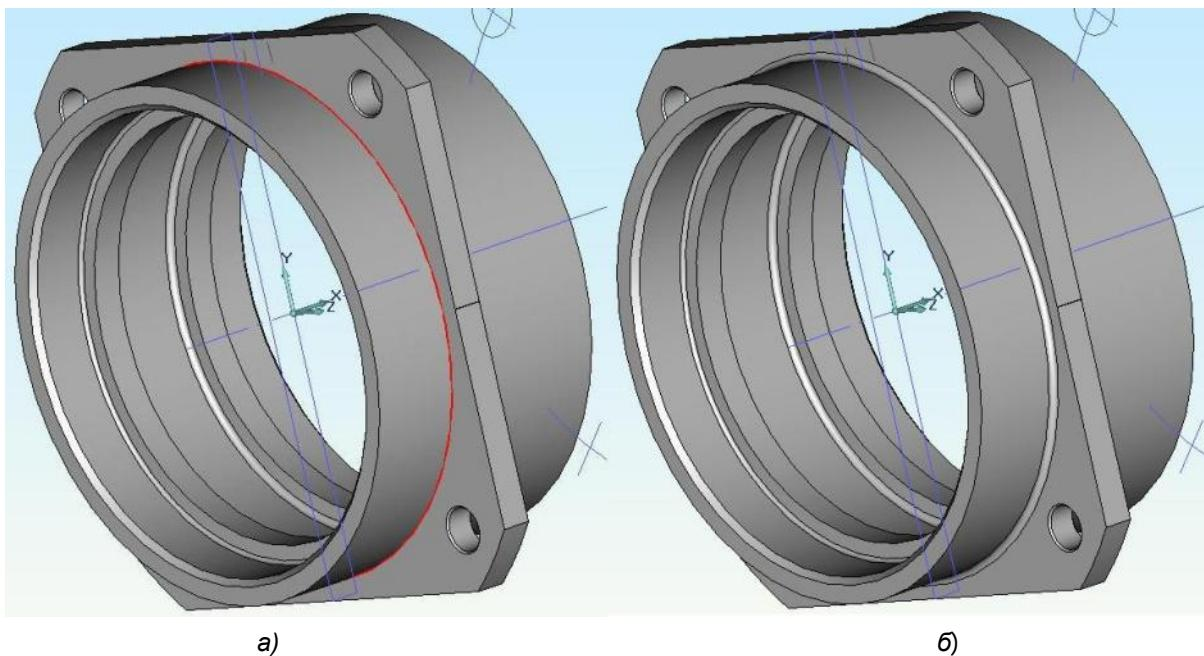

Рисунок 12. Построение скруглений на ребрах а) выбор ребер для скруглений; б) скругления радиуса 1 мм.
1. Поверните модель так, как показано на рис. 12